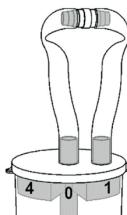

Abb. 4
- Verbinden Sie beide Schlauchenden fest mit dem Schlauchverbinder. Die Saug-Polyphenfalle ist somit abgedichtet (**Abb. 4**).